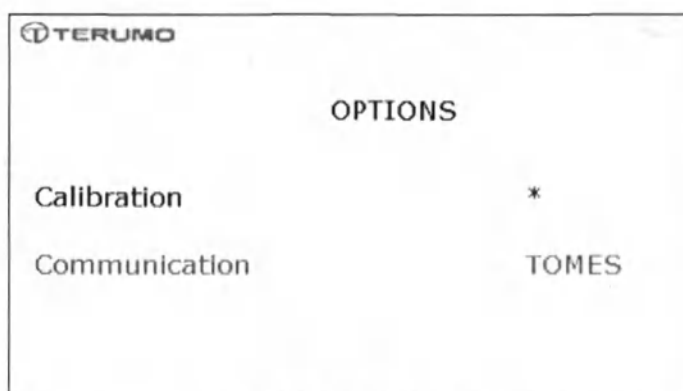

Fig 2: OPTIONS menu
- При запуске нажмите и удерживайте кнопки <VALUE> (<ЗНАЧЕНИЕ>) и <MENU> (<МЕНЮ>) на T-ACE II+. При этом T-ACE II+ отображает меню OPTIONS (ПАРАМЕТРЫ), как показано на рис. 2.